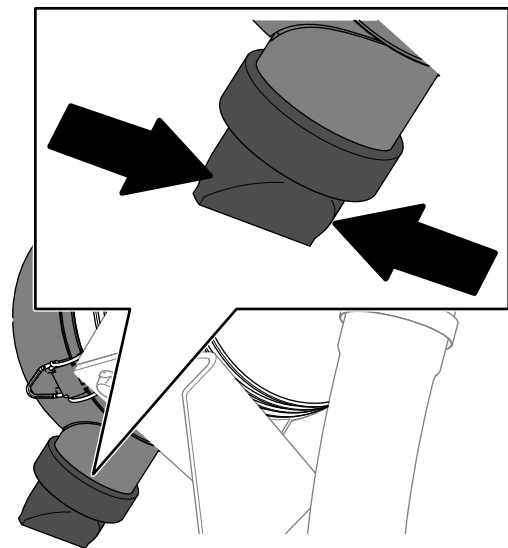

Bild 114
5. Drücken Sie auf das Staubaustragsventil (Bild 114).